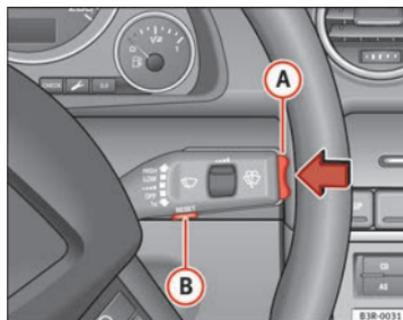

Fig. 58 Manípulo do limpa pára-brisas: Interruptor-selector de funções
- Pressione o comutador-selector de funções no manípulo do limpa pára-brisas **A** ⇒ Fig. 58, na parte superior ou inferior, para ►
- Pressione a tecla Reset colocada no manípulo do limpa pára-brisas (B) ⇒ Fig. 58 até que apareça riscado o símbolo de aviso do limite do aviso 2.